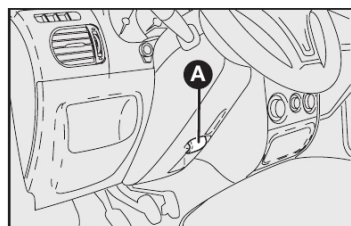
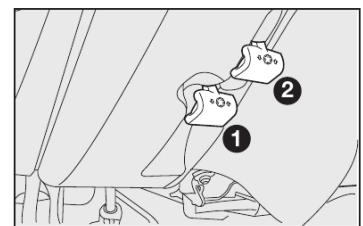

fig. 11
fig. 12
VOLANTE - fig. 11 e 12
- 1) Deslocar a alavanca **A-fig. 11** para a posição **2-fig. 12**;